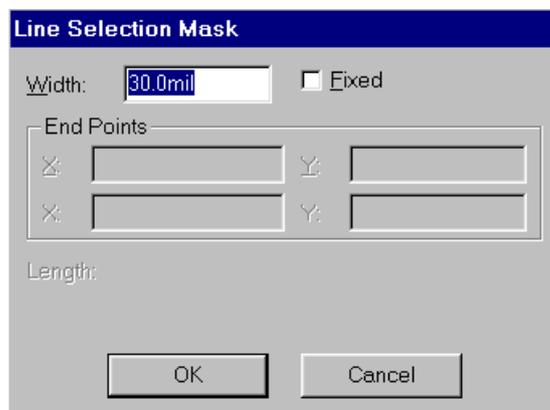

Рис. 9-11. Задание дополнительных параметров для выбора линии
ные кнопки, расположенные рядом с флажками и открывающие панели со свойствами соответствующих объектов. При этом доступны не все свойства объектов, а лишь некоторые, которые могут быть общими для группы элементов. Например, для линий (рис. 9-11) можно задать только толщину и отметить признак фиксации (флажок *Fixed*).
- 5) Нажмите кнопку **Line...** и на появившейся панели **Line Selection Mask** (см. рис. 9-11) в окне Width наберите требуемое значение ширины линии – **30**. Единицы измерения можно не указывать.